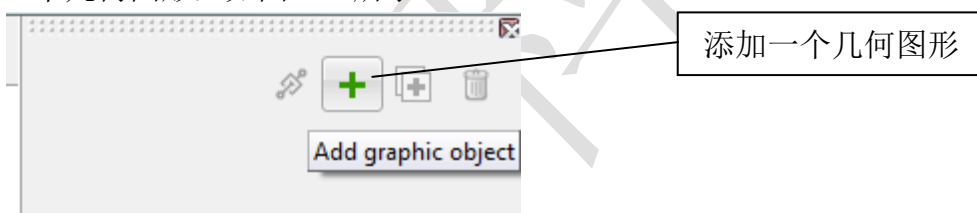

图 1.4 添加一个元素
1. 先选中**模型树**里的 **Images**，然后点击**交互界面**的加号按钮 **+**，新建一个几何图形，如图 1.4 所示。